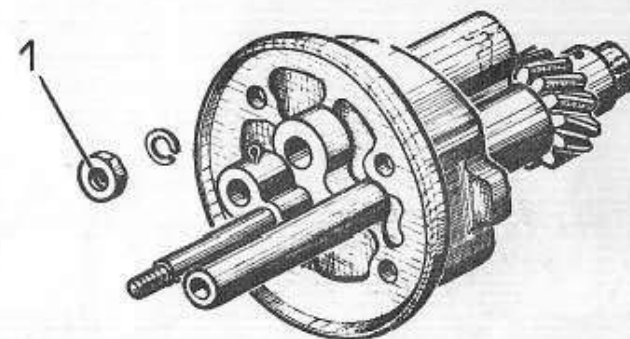

Fig. 26
117 - DEPOSE et POSE de la POMPE à HUILE (y compris CALAGE du DEPRESSEUR) (Fig. 26 et 27)
5) Déposer les quatre écrous et rondelles (1 - Fig. 26) fixant la pompe à huile dans le carter moteur.